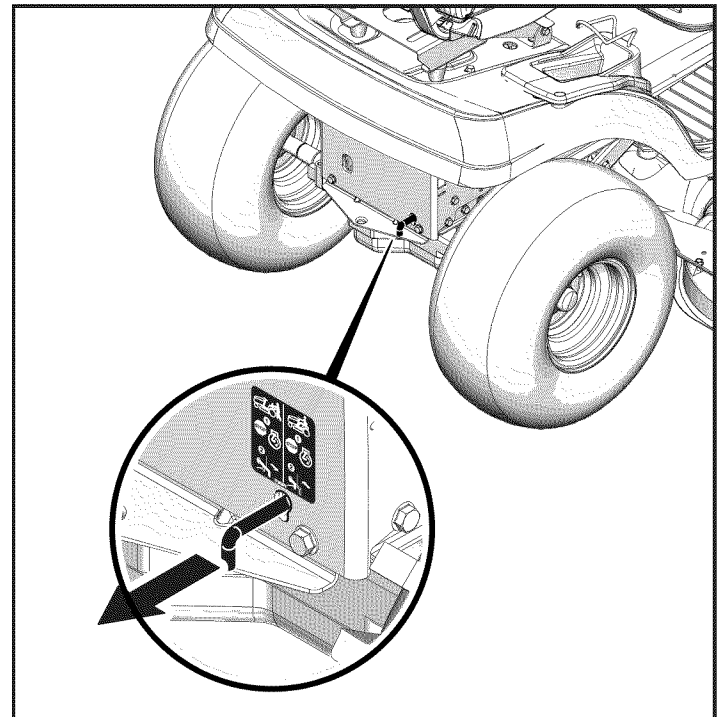

Figura 8
2. Levante la palanca 6 cm (2-3/8 pulg.) aproximadamente para liberar la transmisión (véase Figura 8).